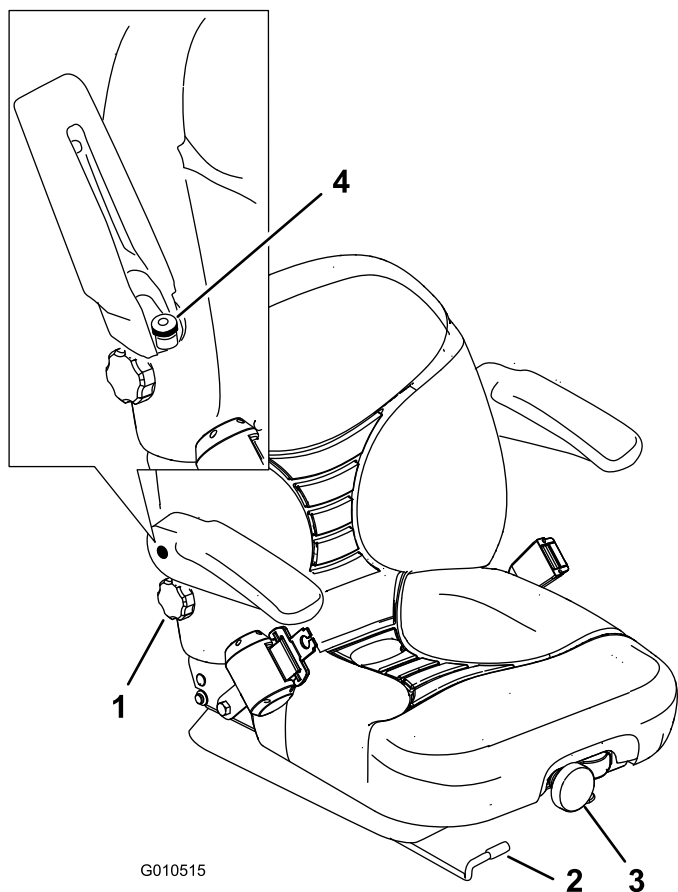

図 30
1. レバーを左に動かすと座席のロックが解除されます (図 30)。
調整は、最も乗り心地が良いように前部についているノブを回して行います (図 30)。
調整は、右側アームレストの下にあるノブを回して行います(図 30)。
調整は、アームレストを上げ、ノブを回して行います(図 30)。